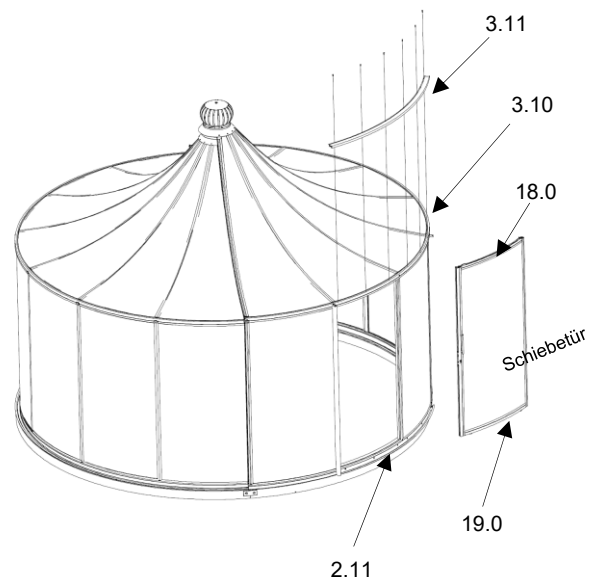

Abb.58
- das untere Türprofil (**19.0**) der Schiebetür mit den Laufrollen auf die Türlaufschiene (**2.11**) stellen. (Abb.58)
- das obere Türprofil (**18.0**) mit den Kunststoffgleitern in die Profil-Nut der Türprofilschiene (**3.11**) fixieren. (Abb.58/60)
- Türlaufschiene (**3.11**) wieder mit dem Traufprofil (**3.10**) verschrauben. (Abb.58/59)